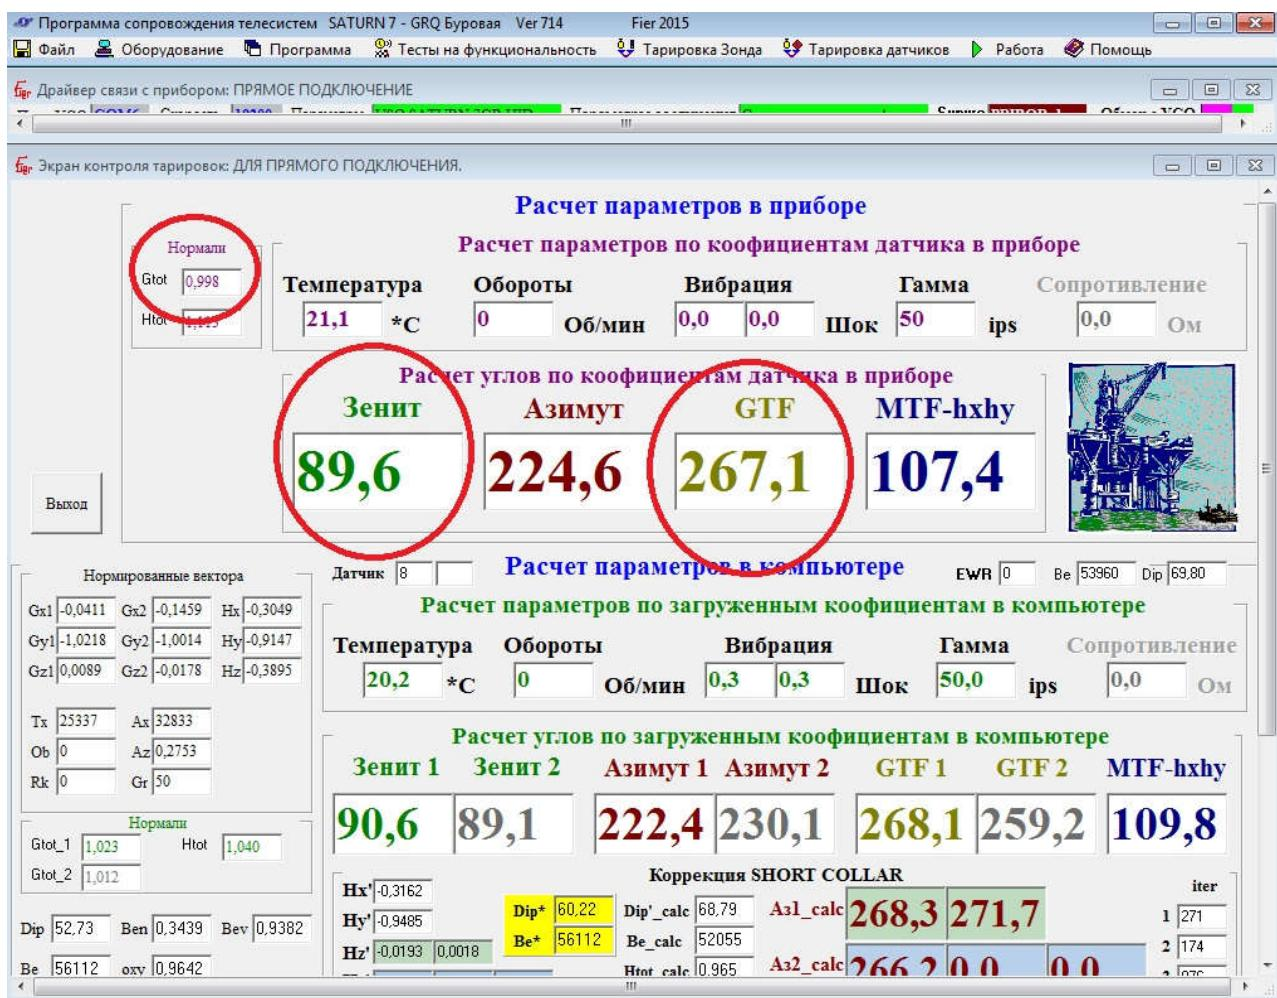

Рисунок 9.2.29
4. В каждом положении оценить значения Gtotal: должны находиться в интервале $0,990 \div 1,010$ и зенита: максимально допустимое отклонение при вращении – $0, 3$ градуса (рисунок 9.2.29). Заполнить таблицу «Проверка инклинометрии» (см. приложение 3).